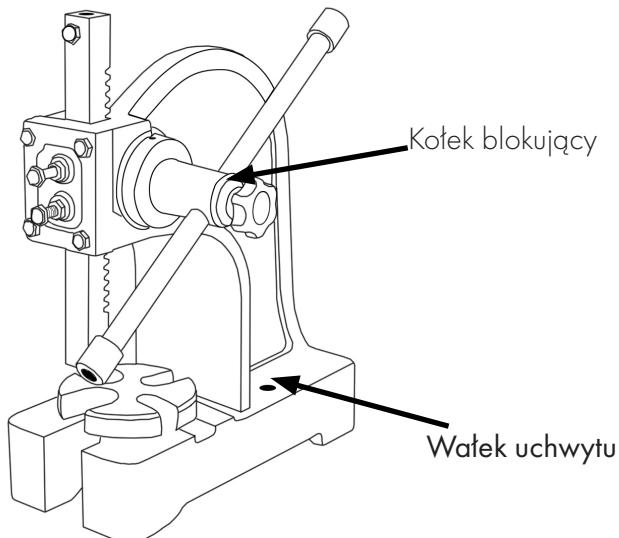

Rysunek 2
- Włożyć część zębatą uchwytu do boku prasy trzpieniowej, jak pokazano na Rys. 2
- Nasuń pierścień na wystający koniec koła zębatego, jak pokazano na Rys. 2